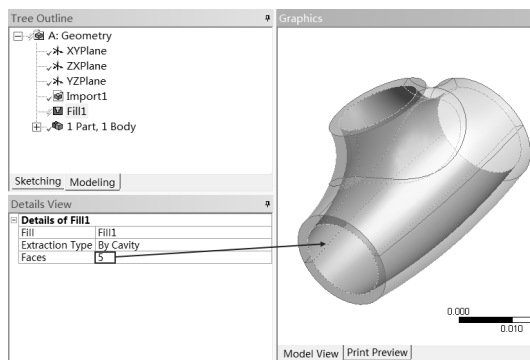

图 2-67 选择内表面
Step5：选择三通管道模型的所有内部面，按住 Ctrl 键，同时依次选择三通管道的所有内部表面，如图 2-67 所示，在 Details View 面板的 Details of Fill Faces 中单击 Apply 按钮，完成内部表面的选取。